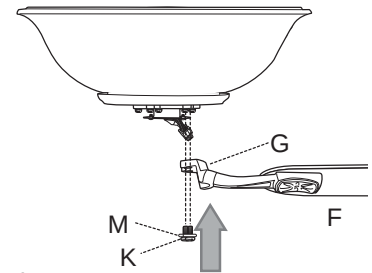

Fig. 4
4. Introduzca sólo un tornillo del motor (K) en el brazo para la paleta (G) para sujetar el brazo para la paleta (G) al motor usando una de las arandelas de seguridad (M) y uno de los tornillos del motor (K) que se quitaron anteriormente (paso 5, página 16) y apriete el tornillo del motor (K) parcialmente. [Fig. 4] Haga esto con el resto de los brazos para las paletas (G).